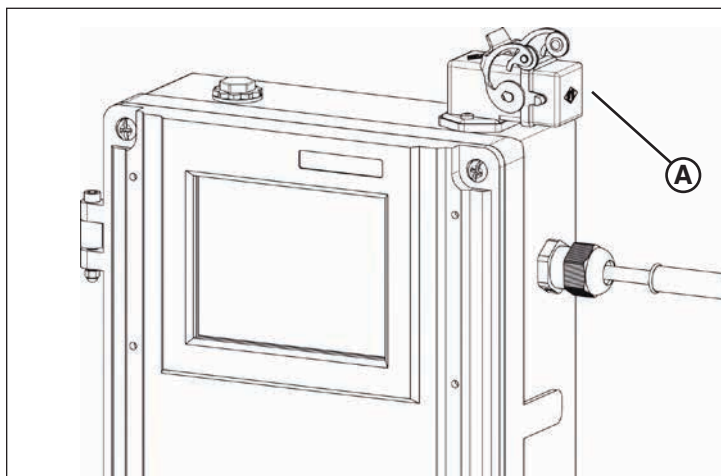

Figure 35
- Repérer le couvercle de la prise pour le thermostat à distance dans le coin supérieur droit du module de contrôle de l'appareil de chauffage (A, Figure 35).